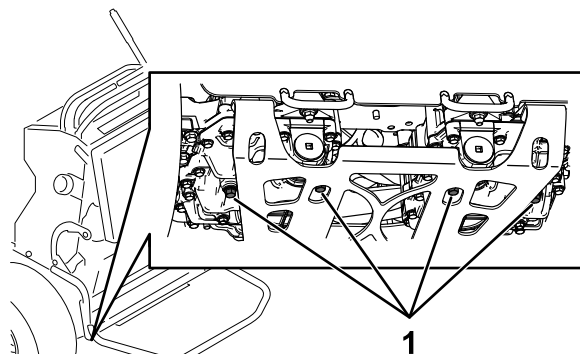

Figure 71
3. Localisez les bouchons de vidange sous la base de la transmission et placez un bac de vidange sous le bouchon (Figure 71).